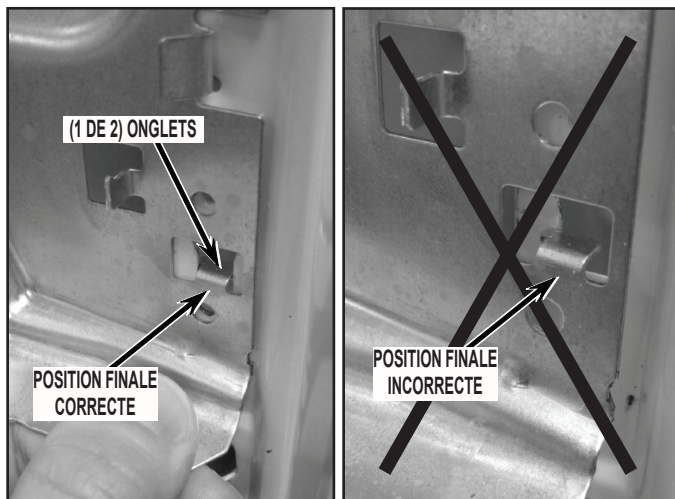

FIGURE 37
7. Lors de la réinstallation de la bride supérieure avant, veiller à placer la bride de support centrale (métallique) au-dessus de la bride supérieure avant; voir la *Figure 12B*. Insérer et enfoncer les deux (2) ongles d'accrochage à chaque extrémité de la bride; voir la *Figure 37*. Réinstaller les cinq (5) vis identifiées aux *Figures 12A et 12B*